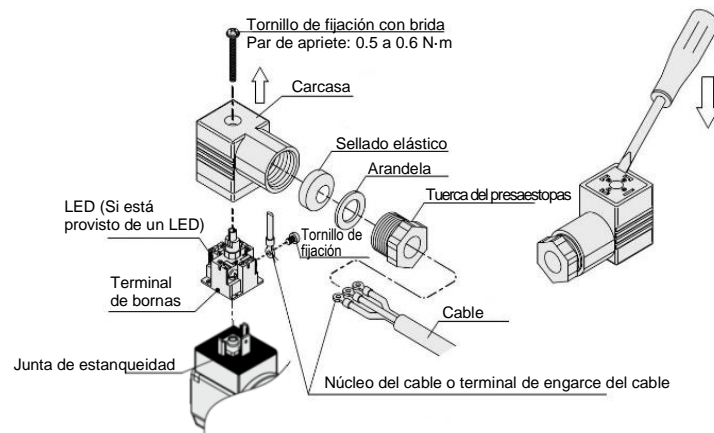

Figura 7. Diseño con conector DIN
- Apriete los tornillos y racores conforme a la Figura 7.